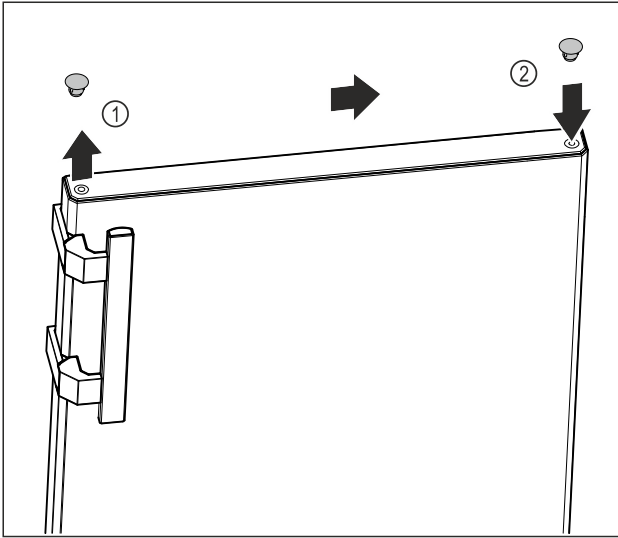

Fig. 14
- Kapı üst tarafındaki Fig. 14 (1) kapatma tapalarını bir düz tornavida ile dikkatle yerinden kaldırın.
- Kapatma tapalarını diğer tarafa takın. Fig. 14 (2)